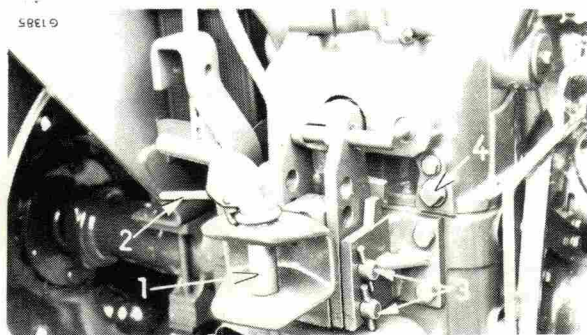

Fig. 20
Une chape d'attelage très robuste est fixée à l'arrière du châssis principal (Fig. 20). Elle est percée de deux trous dans lesquels s'engage verticalement une cheville (1) munie d'un verrou à déclenchement (2). Pour libérer la cheville, tirez le levier du verrou vers le haut. A la mise en place de la cheville le verrou se ferme de lui-même.
La chape d'attelage arrière est fixée sur son support à l'aide de deux chevilles (3, Fig. 20). Elle peut être facilement enlevée pour permettre d'atteler un instrument de travail sur le support du système de contrôle de traction.